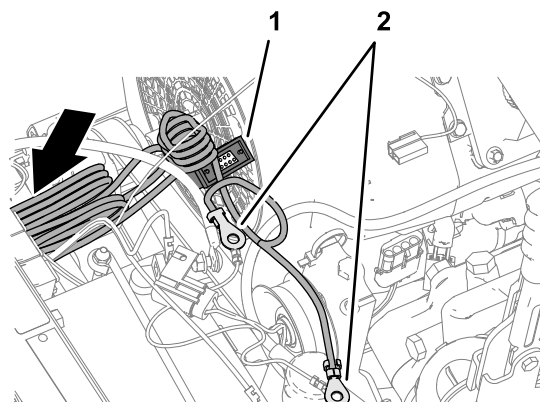

Рисунок 186
2. Проложите круглые клеммы жгута проводов питания модема, обозначенные BATTERY (АККУМУЛЯТОР) и GROUND (ЗАЗЕМЛЕНИЕ), в сторону аккумулятора (Рисунок 186).